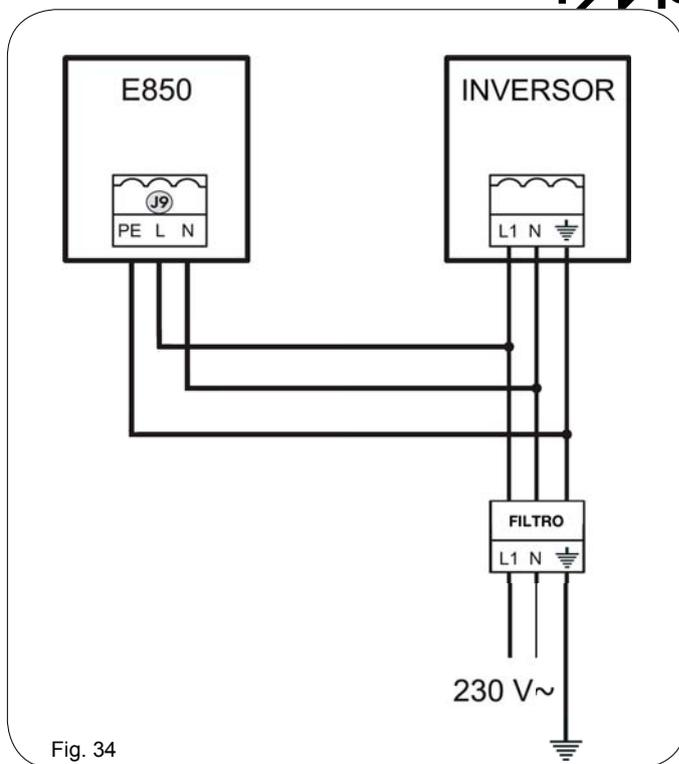

Fig. 34
11.4.5 REGLETA DE BORNES J9 - ALIMENTACIÓN (FIG. 34)